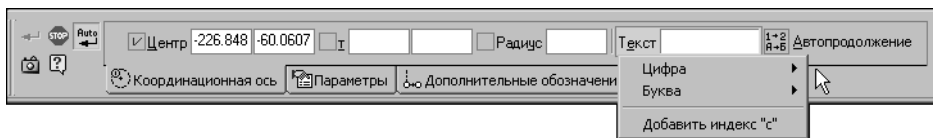

Рис. 29.23. Контекстное меню поля **Текст** координационной оси
Автопродолжение действует для **обозначения оси** — букв или чисел, введенных в первое поле ввода диалога ввода текста (см. рис. 29.24 на с. 288) или выбранных из контекстного меню поля **Текст** Панели свойств (см. рис. 29.23).
- ▼ Если обозначение содержит только номер или букву, его удобнее сформировать с помощью контекстного меню поля **Текст**. В меню находятся следующие команды: **Цифра**, **Буква** и **Добавить индекс "с"** (рис. 29.23).